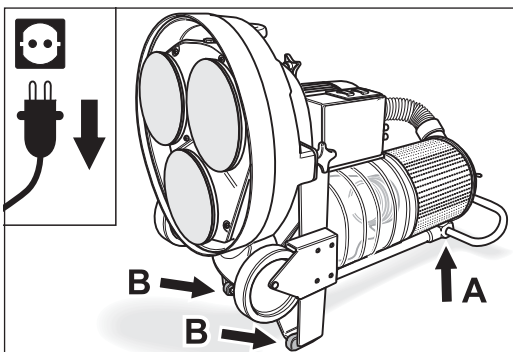

Fig. 54 Basculez la machine vers l'arrière pour accéder aux disques. **Veillez à ce que la machine soit stable !**
- 4 Faites basculer avec précaution la machine vers l'arrière en la saisissant au niveau de l'étrier de maintien jusqu'à ce que la machine repose fiablement sur le tube de guidage et sur les deux caoutchoucs de protection (fig. 54). **Veillez à ce que la machine soit stable !**
- 4 Rabattez la machine vers l'arrière avec précaution en la tenant par l'étrier de maintien jusqu'à ce qu'elle repose fiablement sur le tube de guidage et sur les deux protège-chute (fig. 54). **Veillez à ce que la machine soit stable !**